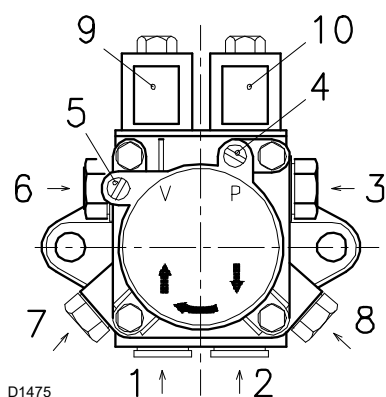

Рис. 17
Обозначения (Рис. 17)
- Для автоматического запуска насоса необходимо отвернуть один из винтов 4)-8) (Рис. 17) насоса, чтобы выпустить воздух, содержащийся во всасывающем трубопроводе.